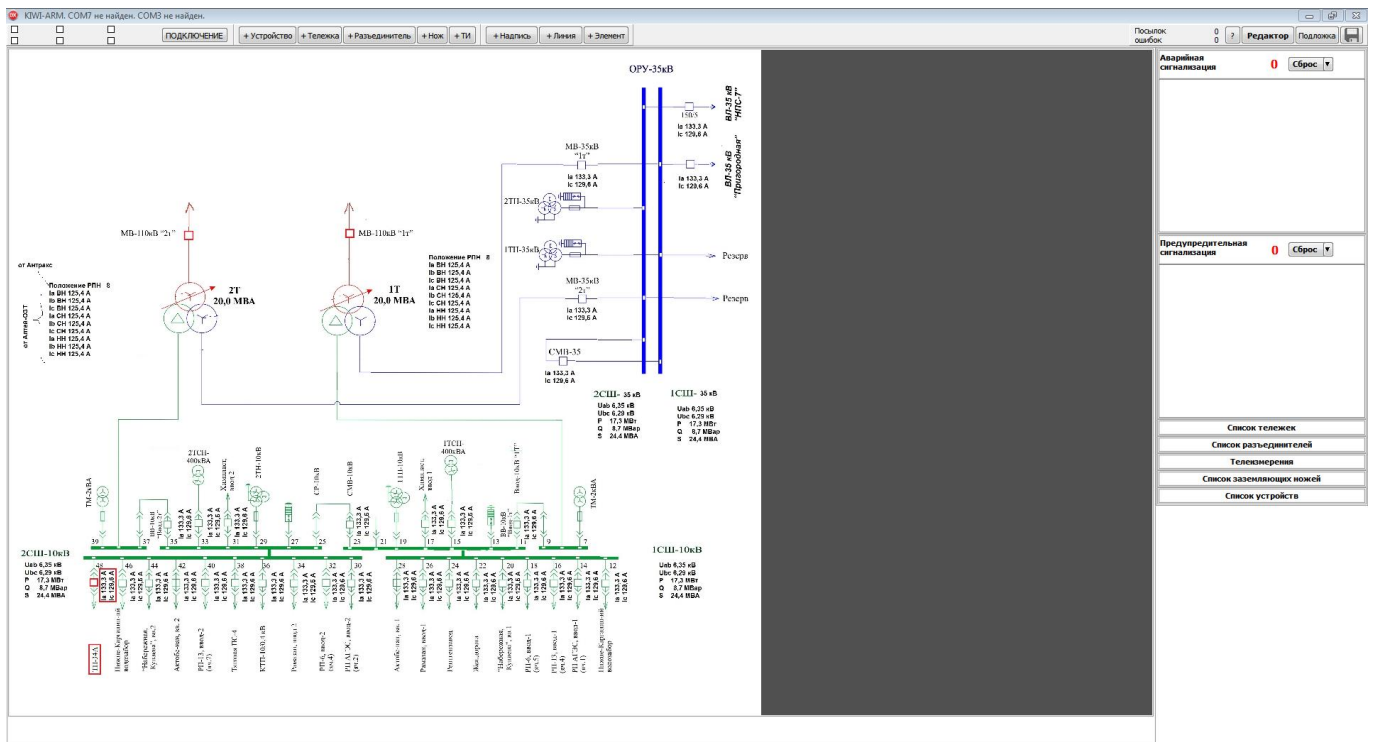

Рисунок 5.3 - Пример отображения загруженной подложки
5.1.2 Для удобства редактирования в программе реализована возможность загружать подложку под рабочее пространство – можно загрузить чертёж и производить вырисовку схемы поверх него. Для загрузки подложки необходимо нажать на кнопку **«Подложка»** рядом с кнопкой **«Редактор»** (указано на рисунке 5.1) и выбрать нужный файл на ПК. После этого на рабочем пространстве появится выбранное изображение (рисунок 5.3). После повторного нажатия на эту кнопку произойдёт удаление подложки с рабочего пространства.